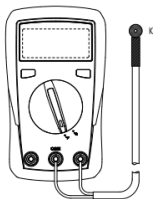

Figure 5
9. Temperaturmessung (nur für UT131C, siehe Abbildung 5)